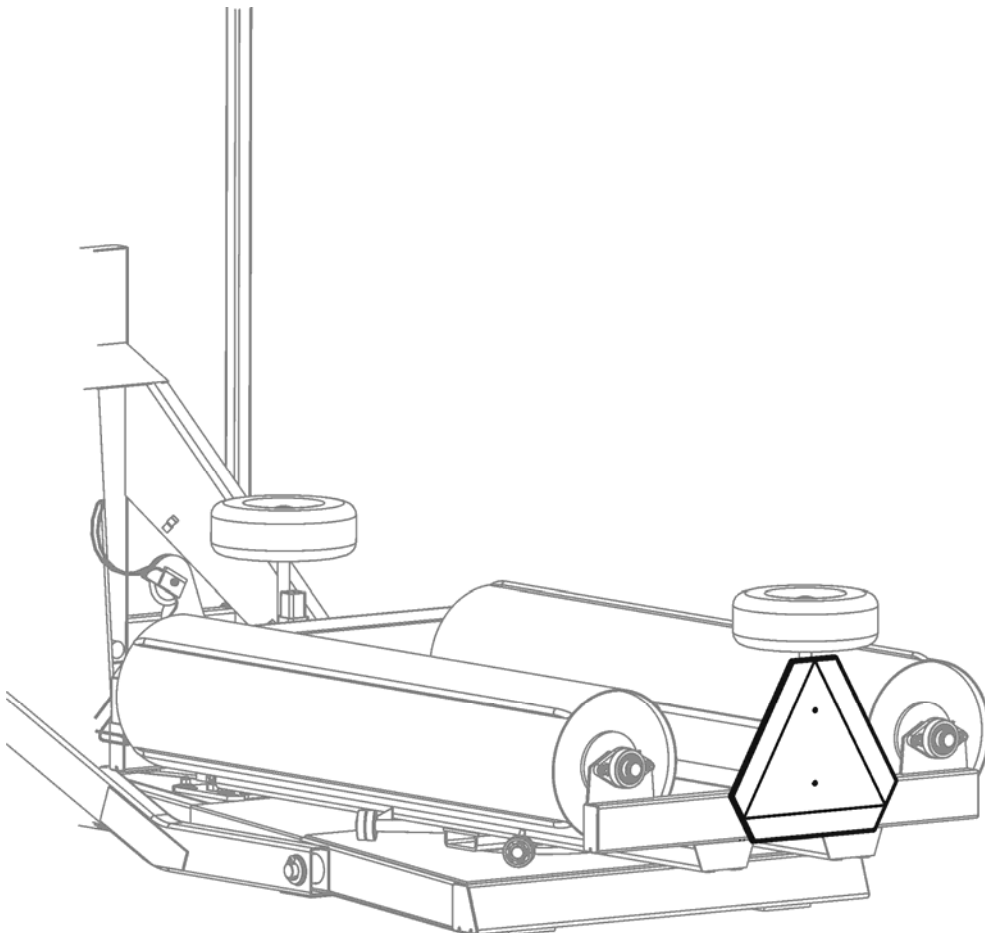

ABB. 3. DIE LAGE DER DREIECKIGEN PLATTE FÜR LANGSAM FAHRENDE FAHRZEUGE.
- An der Konsole der hinteren Rolle soll man eine dreieckige Platte für langsam fahrende Fahrzeuge montiert werden (Abb. 3).